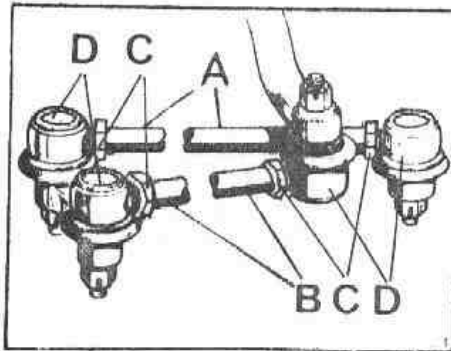

Fig. G-8 Ajuste de las rótulas
- 2.1. Aflojar las contratueras, C (Fig. G-8), de las rótulas D, en cada extremo - de la barra de acoplamiento.
- 2.5. Asegurar la barra, A (Fig. G-8) a las rótulas, D, con las contratuercas, C.